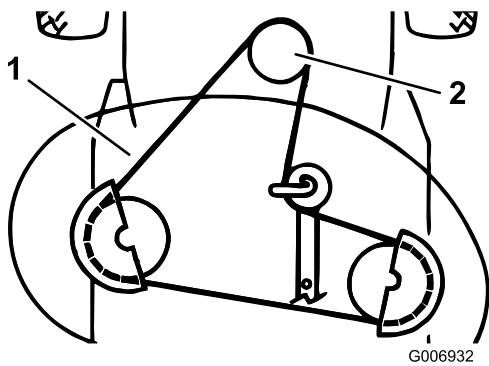

Figure 41
- Ôter la courroie du plateau de coupe de la poulie d'embrayage électrique (Figure 41).
- Déposez la courroie d'entraînement des lames de la poulie du moteur inférieure (Figure 41).
- Passez la courroie d'entraînement des lames sur la poulie motrice inférieure (Figure 41).